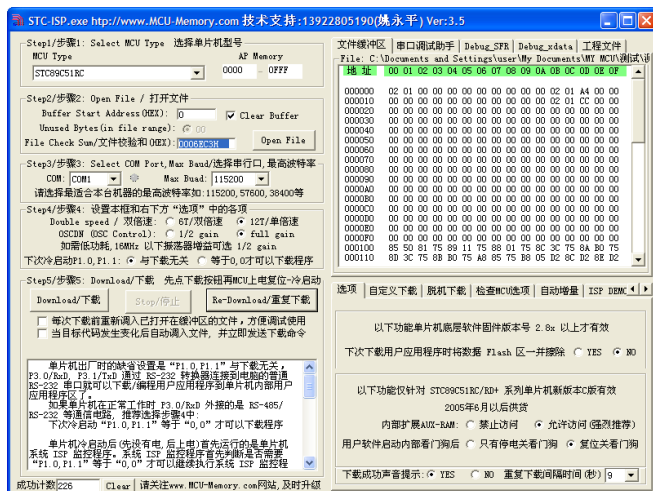

图 4
2.1 打开 STC-ISP V35 软件的 exe 文件，如图 4 默认设置使用；